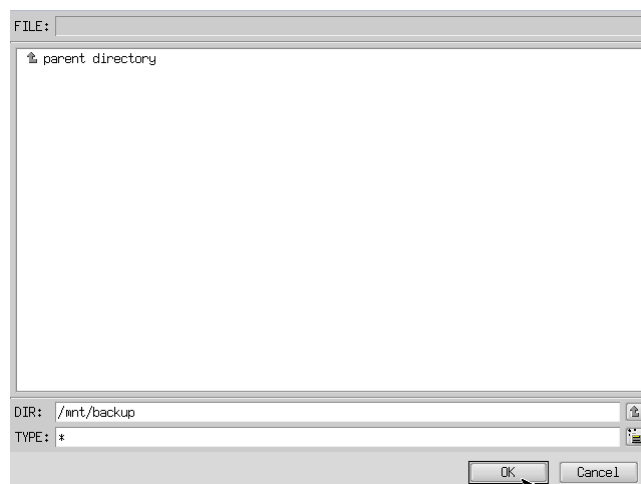

図 5-2-3-4. フォルダ参照画面
- ⑦ フォルダ選択画面（図 5-2-3-4）で指定したバックアップフォルダが入力されていることを確認します。[次へ]ボタンを押します。